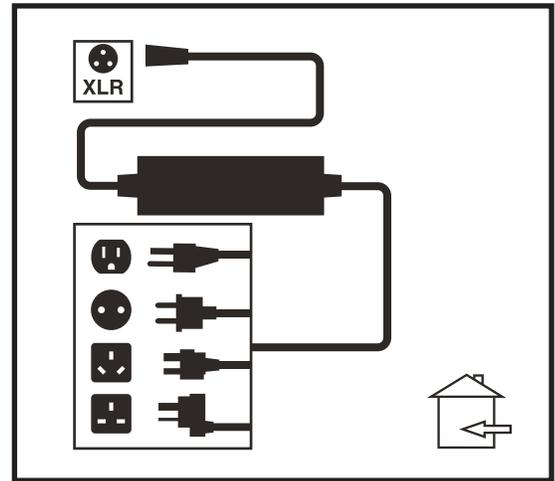

Figura 15. Cargado de baterías
3. Enchufe el cargador externo al conector correspondiente en el mando. **Ver figura 15.**